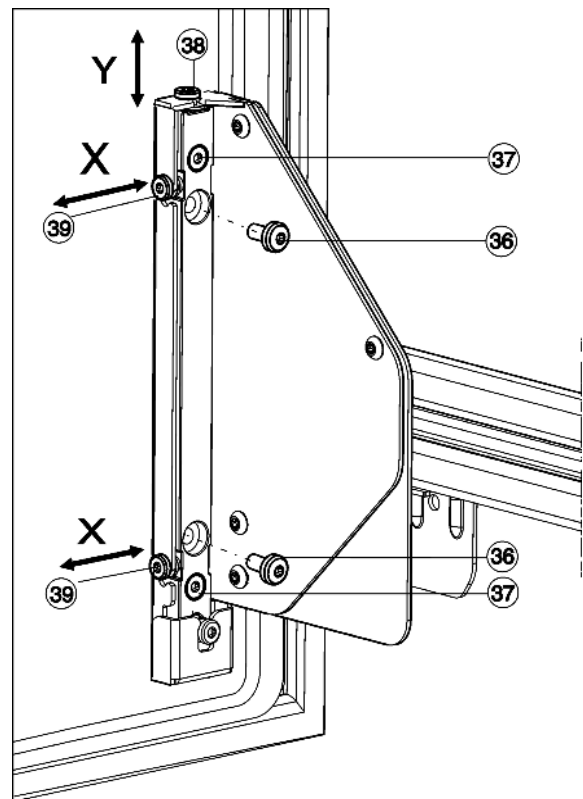

Fig. 23
- ▶ Svitare completamente le Fig. 23 (36) viti.
- ▷ Eliminare le viti Fig. 23 (36), non sono più richieste.
- ▶ Allentare solamente le viti Fig. 23 (37) di 1 - 2 giri.
- ▶ Girare la vite di regolazione (38). In senso orario: la porta si sposta di max. 4 mm verso l'alto. In senso antiorario: la porta si sposta di max. 2 mm verso il basso.
- ▶ Serrare di nuovo tutte le viti Fig. 23 (37).
- ▶ Se le viti Fig. 23 (36) sono ancora presenti, devono essere completamente svitate.
- ▶ Spostare le viti di regolazione Fig. 23 (39) a seconda della direzione di regolazione laterale desiderata.
- ▶ Al termine della regolazione laterale serrare di nuovo fermamente le viti Fig. 23 (37).